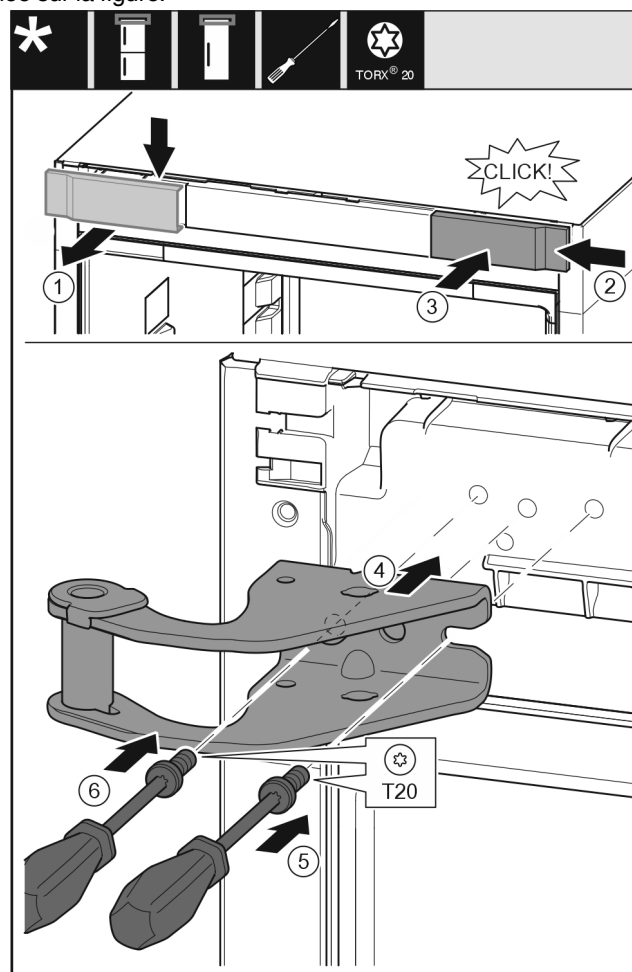

Fig. 19
- Retirer le cache du haut vers l'avant. Fig. 19 (1)
- Accrocher le cache tourné de 180° de l'autre côté à droite. Fig. 19 (2)
- Encliqueter le cache. Fig. 19 (3)
- Mettre en place le support de palier supérieur. Fig. 19 (4)
- Mettre en place la vis avec un tournevis T20 et la serrer. Fig. 19 (5)
- Mettre en place la vis avec un tournevis T20 et la serrer. Fig. 19 (6)